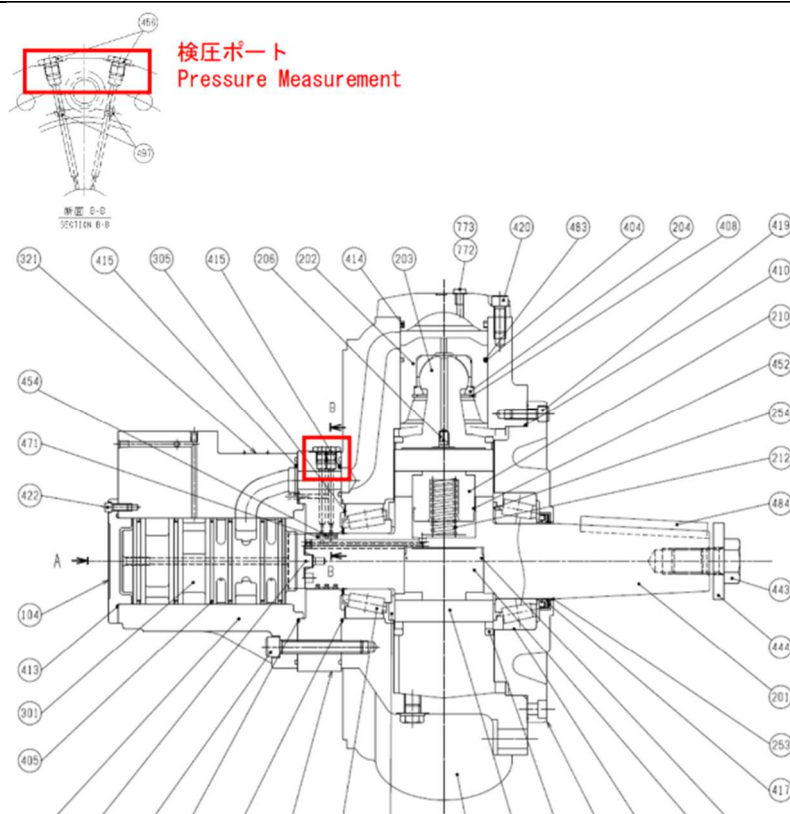
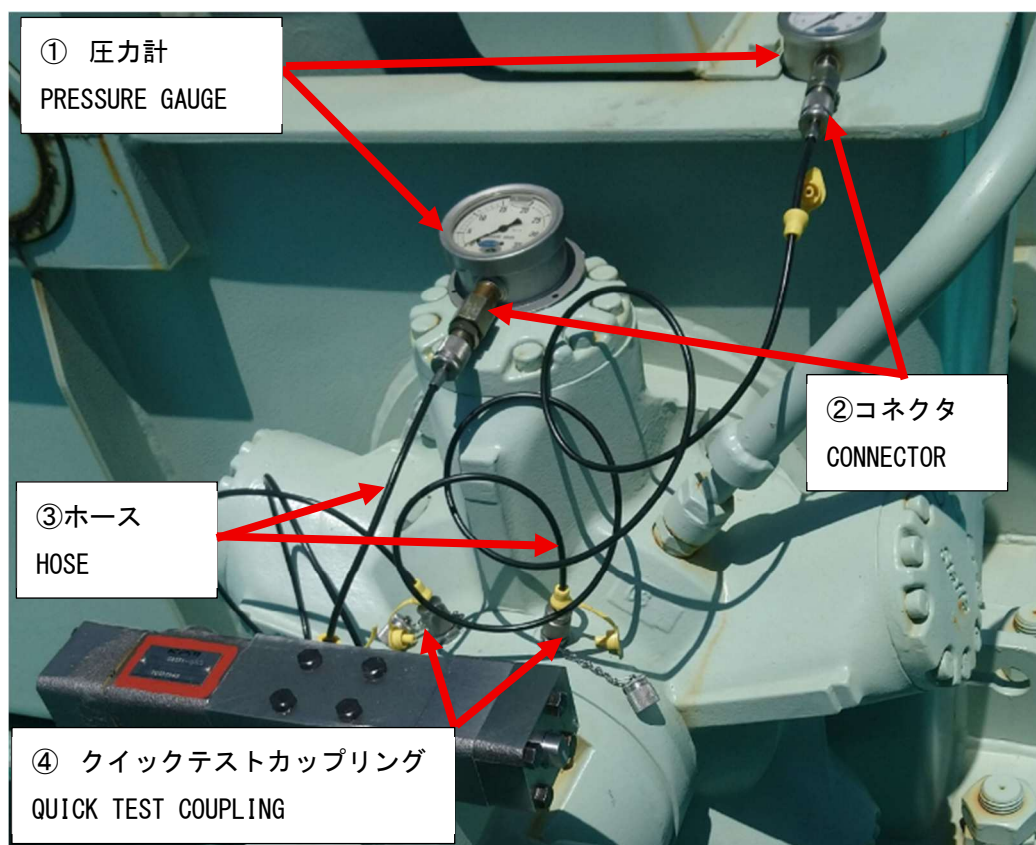

図 2 検圧ポート位置
図 3 点検キットの接続例
- 1) 4 ページの図 2 及び図 3 を参照のうえ、油圧モータスペーサ部の検圧ポートに点検キットを取り付けてください。